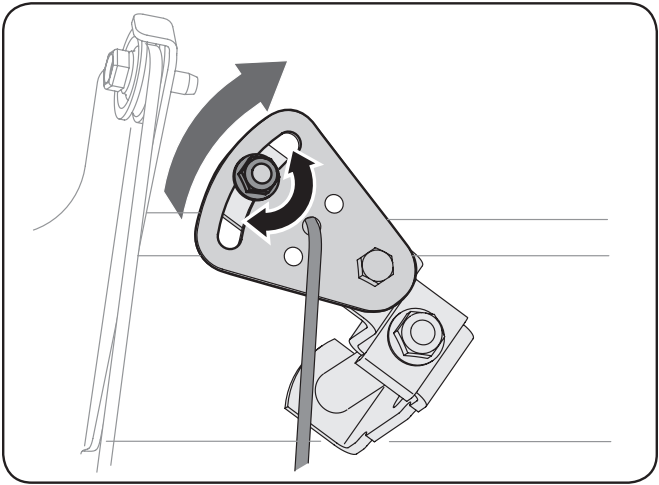

Figure 6-4
2. Desserrez l'écrou à six pans sur le support indexé du câble de changement de vitesses. Voir la Fig. 6-4.